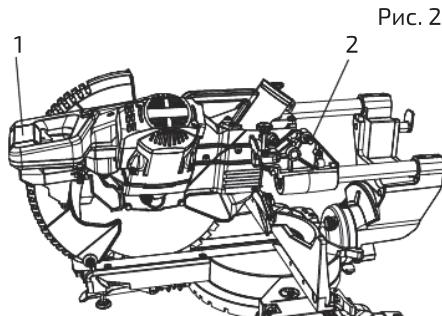

Рис. 2
1. Слегка надавить на рукоятку выключателя (1) (рис. 2).
2. Вытянуть фиксирующую защелку (2).
2. Вставить прижимную защелку (2) в фиксирующее отверстие (рис. 2).